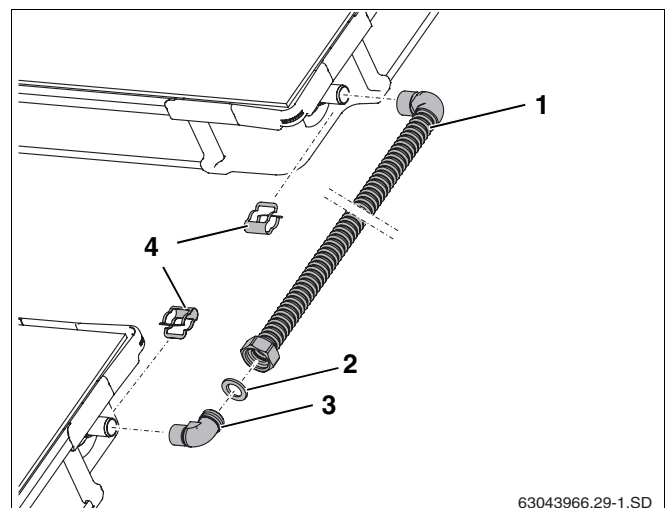

Abb. 39 Verbindungssatz zwischen zwei Kollektorreihen
- Dichtung (Abb. 39, **Pos. 2**) in Überwurfmutter einlegen.
- Winkel (Abb. 39, **Pos. 3**) in Überwurfmutter G1 einlegen, ausrichten und verschrauben.
- Anschlussrohr (Abb. 39, **Pos. 1**) auf die Kollektoranschlüsse schieben und mit Klammern (Abb. 39, **Pos. 4**) aus dem Anschlusssatz fixieren.